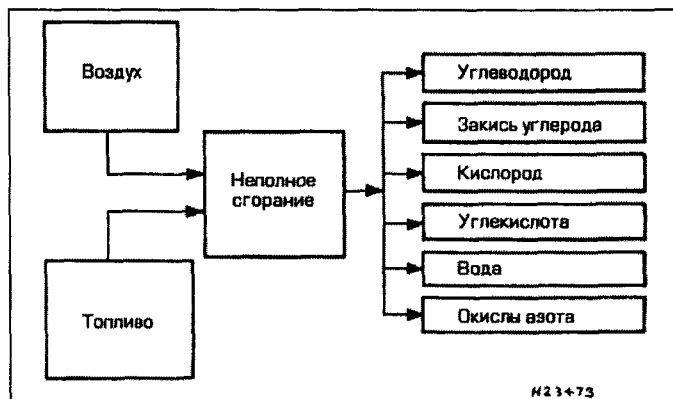

Рис. 10.4 Процесс сгорания в "реальном" двигателе
4 К сожалению, идеал недостижим и, по нескольким причинам, во всех двигателях происходит неполное сгорание - в той или иной степени (рис. 10.4). В выхлопных газах двигателя содержатся несгоревшие углеводороды (CH), монооксид углерода ("угарный газ" CO), диоксид углерода (углекислый газ  $\text{CO}_2$ ), оксиды азота ( $\text{NO}_x$ ), вода ( $\text{H}_2\text{O}$ ) и